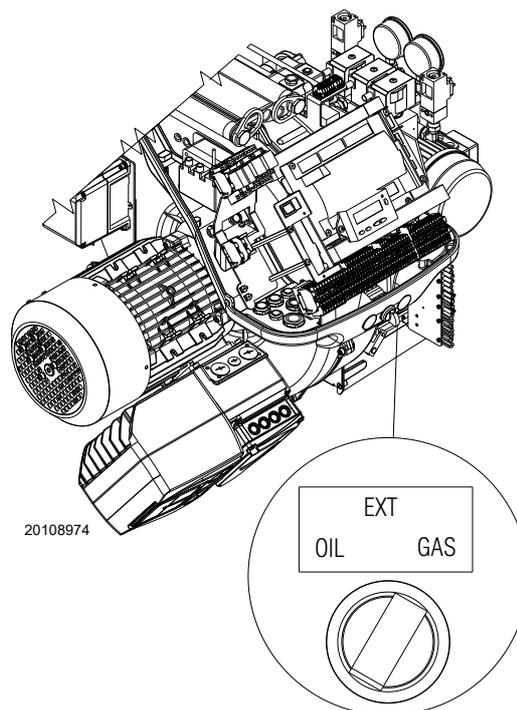

Abb. 44
- Positionieren Sie den Schalter auf "OIL" (Abb. 44) für den Heizölbetrieb und auf "GAS" für den Gasbetrieb.
- 1 mit dem Wahlschalter "OIL-EXT-GAS" (Abb. 44)